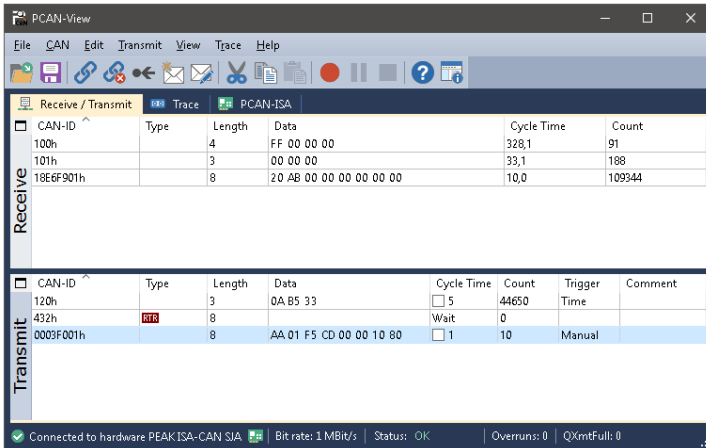

Abbildung 12: Registerkarte Senden/Empfangen
10. Bestätigen Sie abschließend die Angaben im Dialogfenster mit **OK**. Das Hauptfenster von PCAN-View erscheint (siehe Abbildung 12).